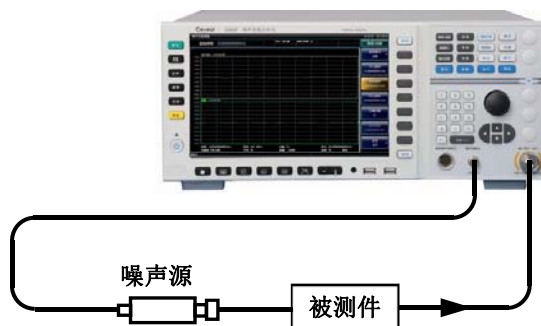

图 4.12 连接 DUT 进行测量
- 步骤3.** 根据图4.12所示，将噪声源输出与被测件输入连接。连接好后，测量结果显示在噪声系数分析仪显示屏中，图形显示结果类似于图4.13。